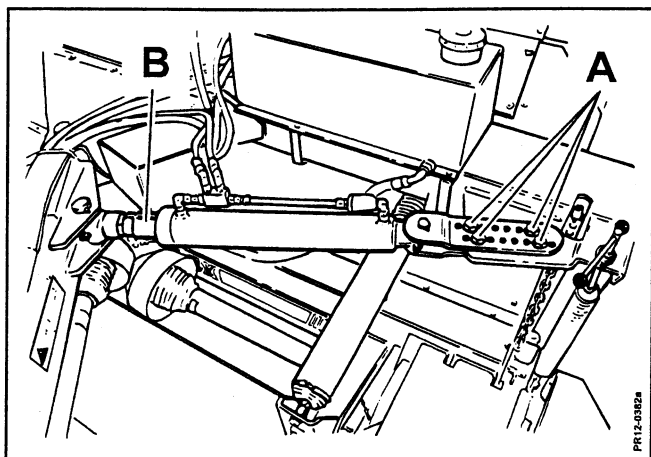
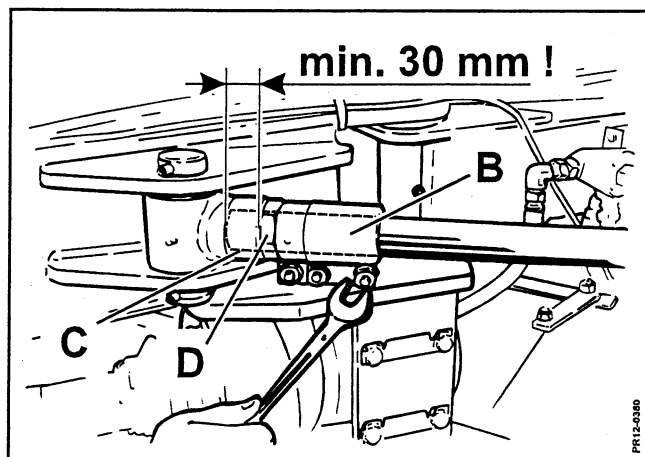

Fig. 3-8
Fig. 3-9
- 2) Grovjustera infästningen av cylindern till önskat läge med skruvarna **A** (Fig.3-8).
4. Grovjustera med mellanläggsringar **B** Fig. 3-8 och 3-9 (Extra lösa ringar kan beställas från återförsäljaren, mellanläggsringarna kan kortas med en metallsåg om nödvändigt).
Finjustering både av höger och vänstre sida, genom att skruva in/ut kolvstången i fästet **C** Fig.3-9 (detta kräver att distansringarna **B** och kontramuttern **D** Fig.3-9 lossas). Kontrollera noga att minst 30 mm gänga är i ingrepp efter justeringen.
Det rekommenderas att ha så stort avstånd som möjligt mellan skruvarna **A** Fig.3-8. **Drag åt skruvarna och kontramuttern D** Fig.3-9 väl.